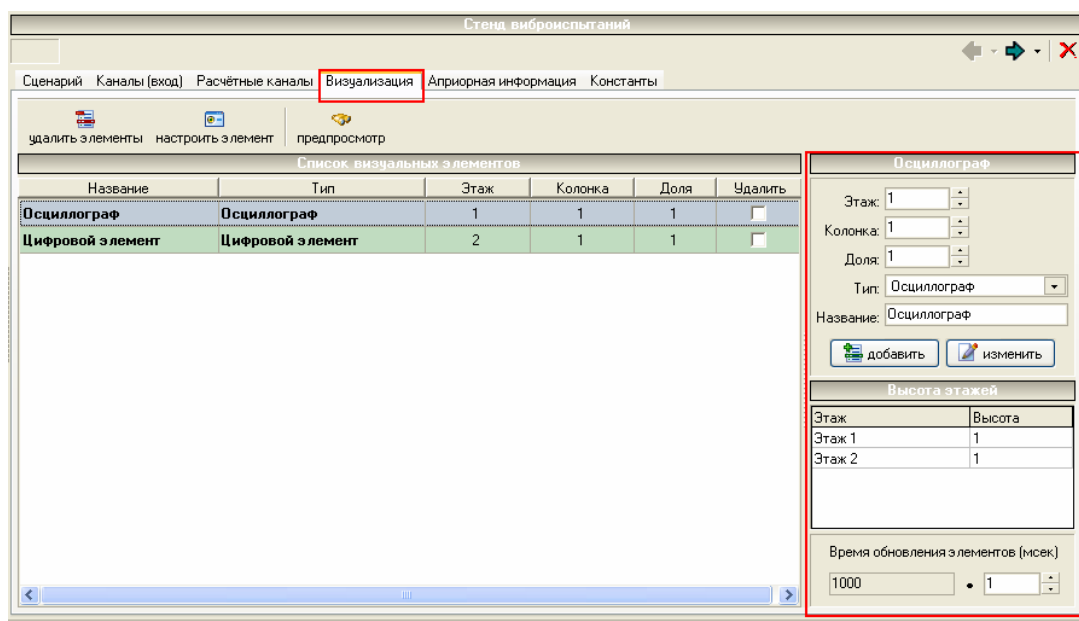

Рисунок 9
8.1. Открыть закладку **"Визуализация"** (см. Рисунок 9), выбрать требуемый тип органа отображения (для Lite-версии – осциллограф, самописец, цифровой или столбчатый элемент, в остальных случаях – спектроанализатор, параметрич.график и др.), указать его расположение ("этаж", колонку и долю в ней) и нажать кнопку **"Добавить"**. Этажи считаются сверху вниз, колонки – слева направо;